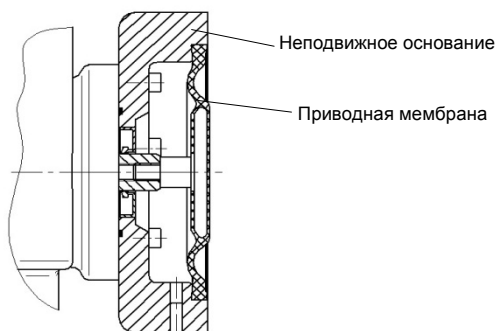

Рис. 60
- перед этим установить длину хода на 50%. Мембрану установить на неподвижное основание – мембрана должна находиться в среднем положении (ср. рис. 60).